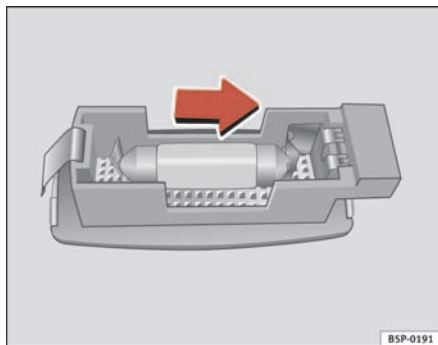

Abb. 172 Ausbau der Leuchte in der Sonnenblende
- Das Lampenglas mit einem Schraubenzieher vorsichtig an der Vertiefung heraushebeln, wie dies der Pfeil zeigt ⇒ Abb. 172.
- Nehmen Sie die Glühlampe in Pfeilrichtung heraus ⇒ Abb. 172